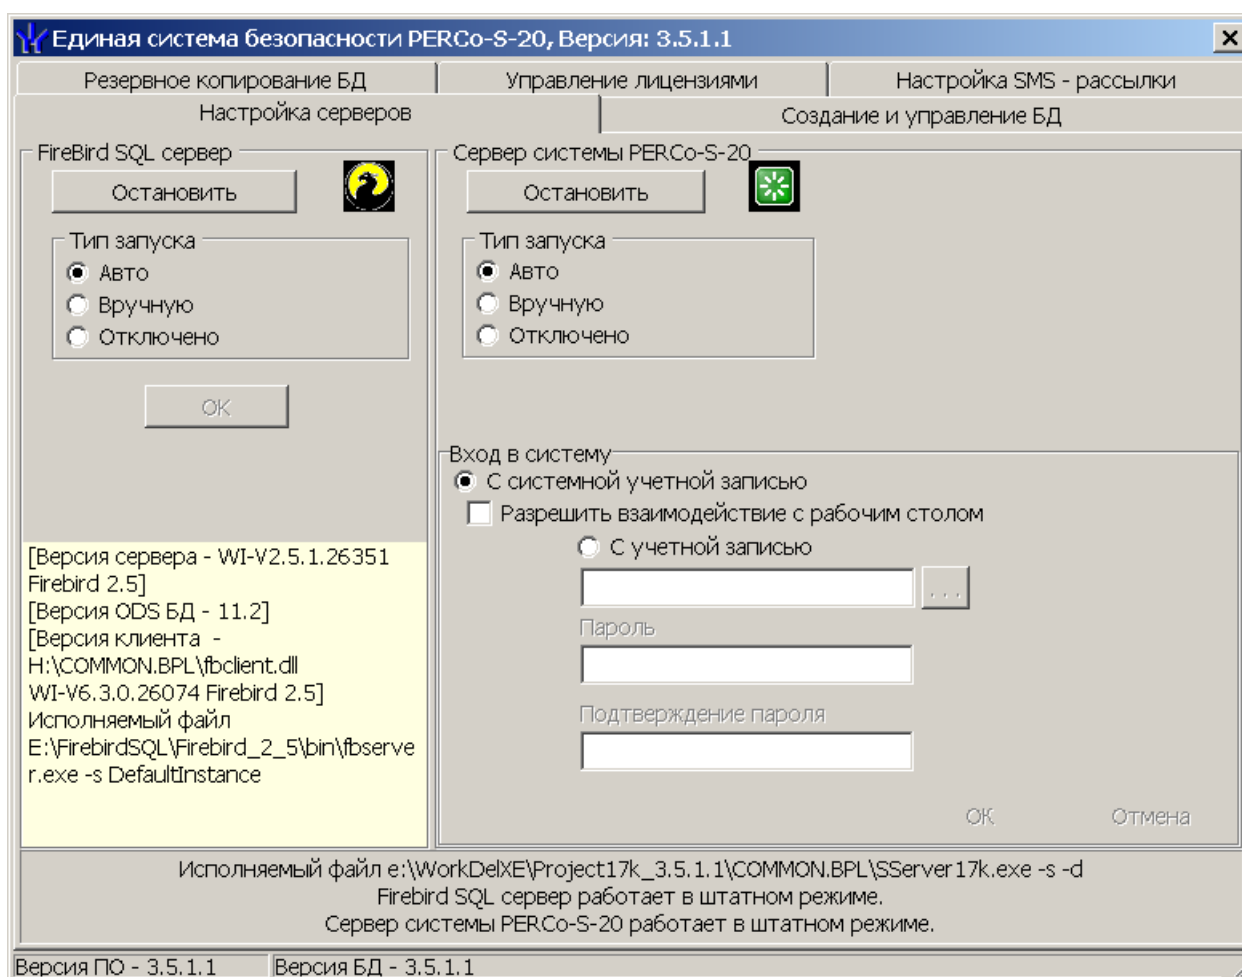

Рисунок 4 Центр управления серверами системы PERCo-S-20
– для управления сервером системы PERCo-S-20 и сервером баз данных (см. рис. 4).
Убедитесь (см. рис. 4), что Firebird SQL Server и Сервер системы запущены. Информация об этом расположена в нижней части окна.